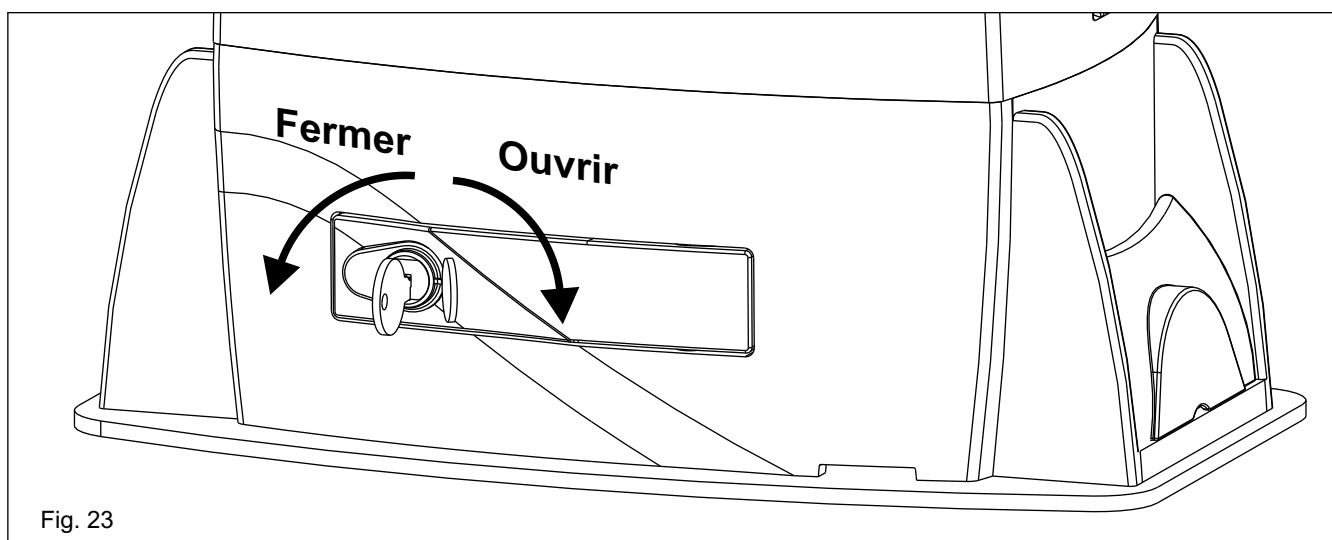

Fig. 23
- Ouvrir le couvercle de la serrure, insérer la clef et la tourner dans le sens des aiguilles d'une montre de 90° (Fig. 23)